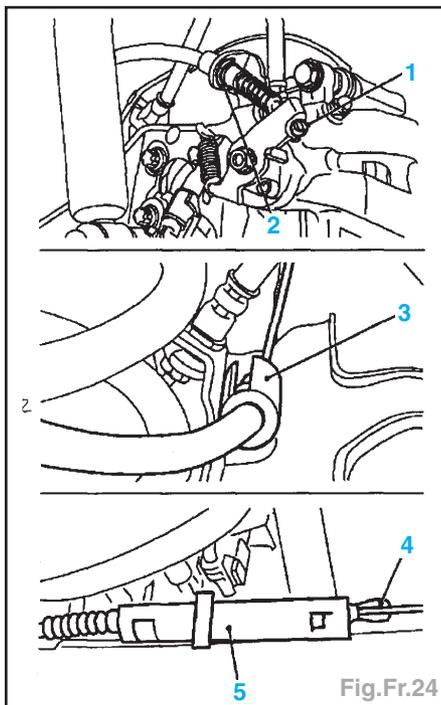
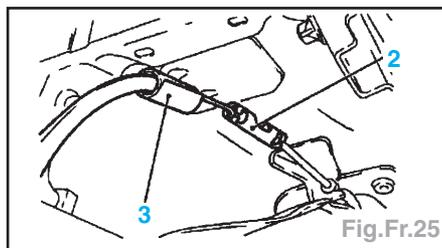

Fig.Fr.24
Fig.Fr.25
- Décrocher (Fig.Fr.24) :
- le câble de frein à main (1), retirer la tôle d'arrêt (2) du câble et dégager le câble, du guidage (3) sur le corps d'essieu,
- le câble (4) du support de compensation (5) sur le câble central.
- le câble de frein à main (1), retirer la tôle d'arrêt (2) du câble et dégager le câble,
- Retirer le câble de la pièce de liaison (2) et le décrocher du support (3) (Fig.Fr.25).